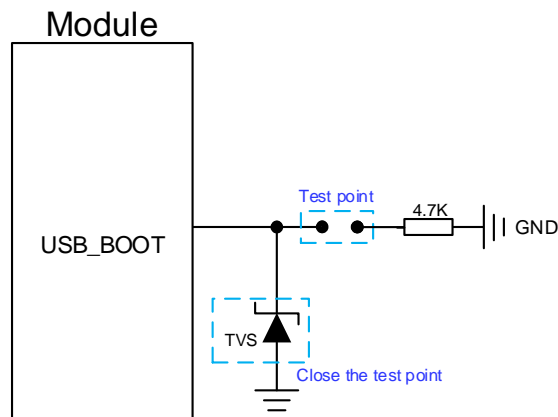

图 18: USB_BOOT 参考设计
2. 使用 MCU 控制模块进入强制下载模式时需按照如上时序图进行控制, 手动强制下载方式按照图 18 所示短接测试点即可。